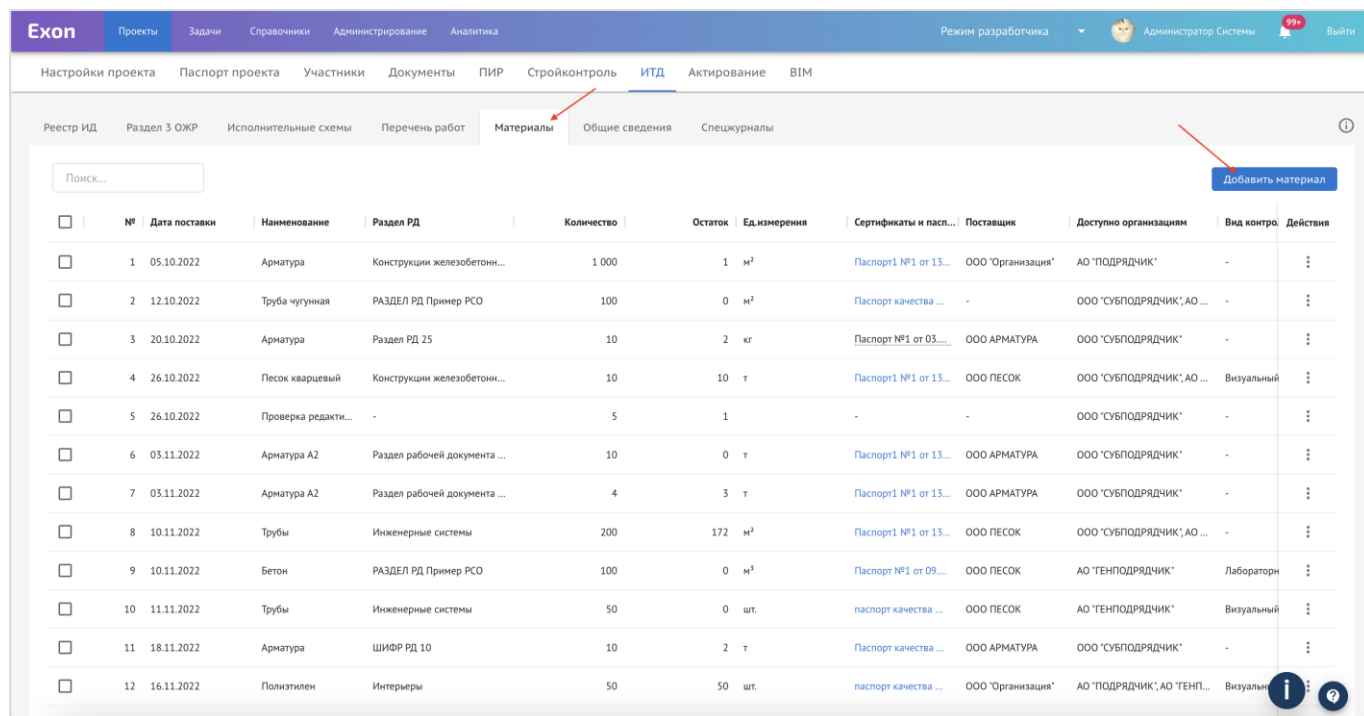

Рис. 30 – Вкладка Материалы
1. Нажать в окне интерфейса вкладки «Добавить материал» (рис. 30);